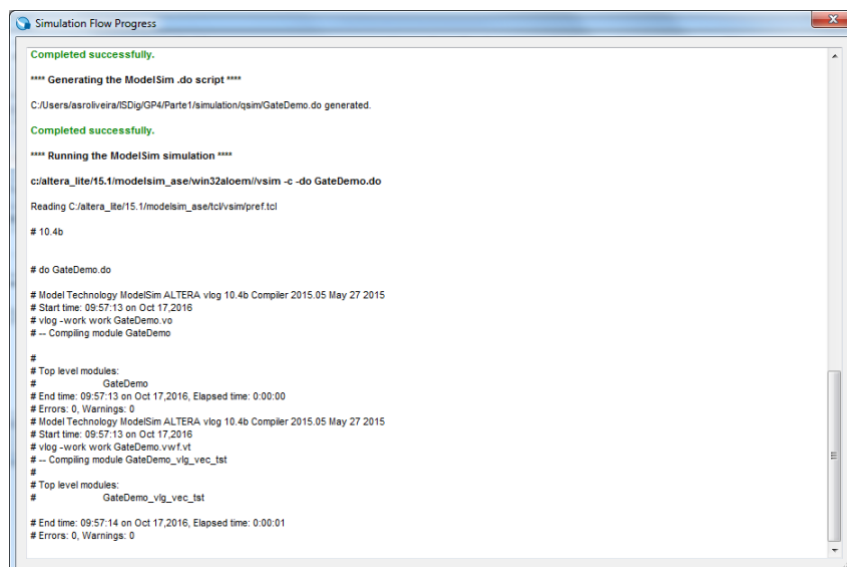
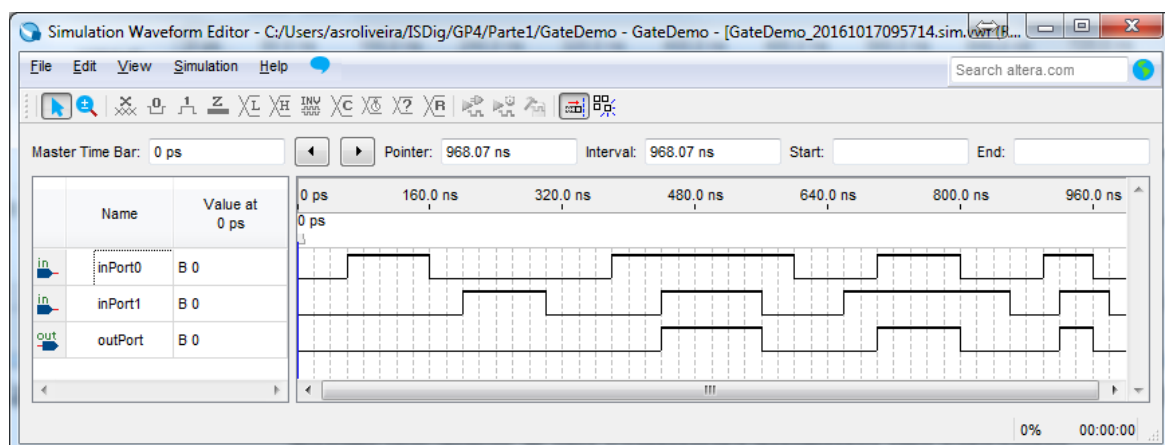

Figura 21 – Janela de compilação e execução da simulação do circuito com os vetores de entrada especificados.
Figura 22 – Janela do simulador com a forma de onda do sinal de saída em função dos vetores de entrada especificados e do comportamento do circuito.
14. Execute a simulação através do menu “*Simulation → Run Functional Simulation*”, o qual deve abrir uma janela semelhante à Figura 21. Após a simulação deve obter o valor da saída da porta lógica correspondente às entradas que especificou (Figura 22).